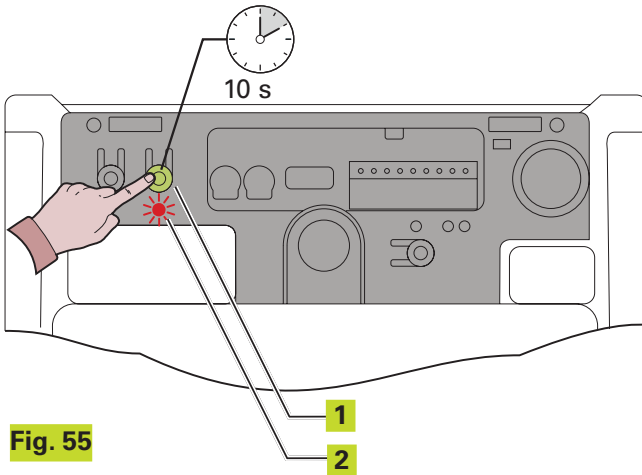

Fig. 55
- 1) Pour effacer **TOUS** les codes des radiocommandes activées, il suffit de maintenir le bouton-poussoir OPEN A enfoncé pendant 10 s. (Fig. 55 réf. ①)
- 2) La LED correspondant au bouton-poussoir enfoncé clignote pendant les 5 premières secondes, puis le clignotement s'accélère pendant les 5 secondes suivantes (Fig. 55 réf. ②).